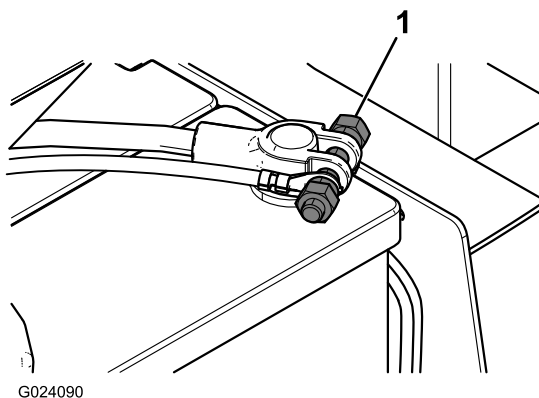

Figura 18
9. Remova o equipamento existente nos terminais da bateria e instale os parafusos de porca dupla (Figura 18).